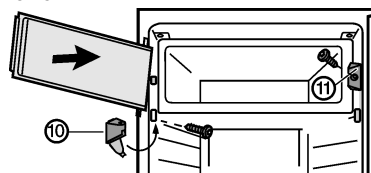

Fig. 7 \*
- ▶ Verschlussstück Fig. 7 (11) montieren.\*
- ▶ Lagerbock Fig. 7 (10) montieren und Abdeckung zuklappen.\*